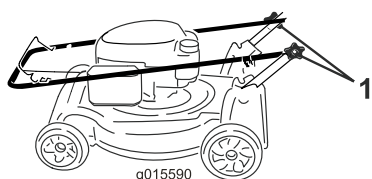

Figura 35
1. Allentate le manopole della stegola finché non riuscite a muovere liberamente la stegola stessa (Figura 35).
1. Manopola della stegola (2)
2. Piegate la stegola in avanti come mostrato nella Figura 35.